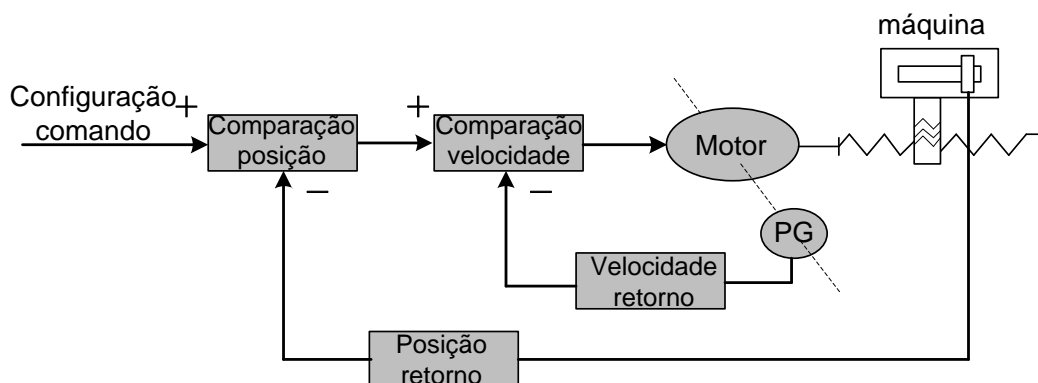
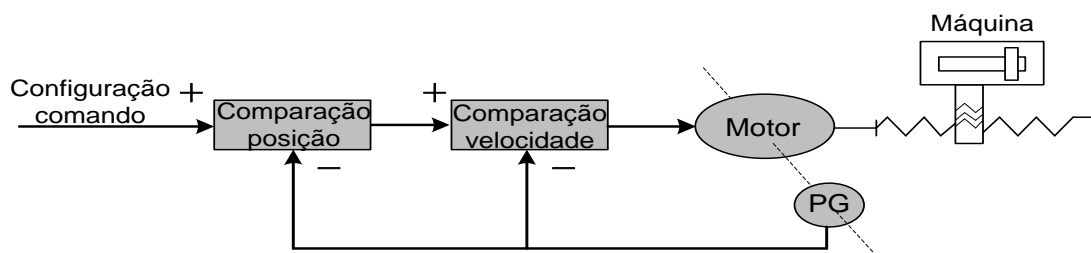

Figura 1-4 Controle completo em circuito fechado
Figura 1-5 Controle de circuito semi-fechado
- **Controle em circuito fechado:** A quantidade controlada do sistema de controle é detectada pelo dispositivo de retorno e é a saída para o controlador. Este processo atinge a saída do controlador e, em seguida, altera a quantidade controlada. De acordo com o ponto de detecção do dispositivo de retorno, o controle de circuito fechado ID é dividido em **controle de circuito totalmente fechado** e **controle de circuito semi fechado**. Controle de circuito totalmente fechado (Figura 1-4): A quantidade controlada é detectada diretamente pelo dispositivo de retorno e é utilizada para o retorno. A posição mecânica é utilizada como quantidade controlada, e se a régua de raspagem não estiver fixada na máquina como dispositivo de retorno de posição, e o encoder do servo motor for tomado como um dispositivo de retorno de velocidade, realizando o controle de ciclo inteiramente fechado da posição da máquina. Se a régua não é fixa, o encoder do servo motor é usado como dispositivo de retorno de velocidade (Figura 1-5), por conseguinte, este é um circuito de controle semi-fechado de uma posição mecânica.